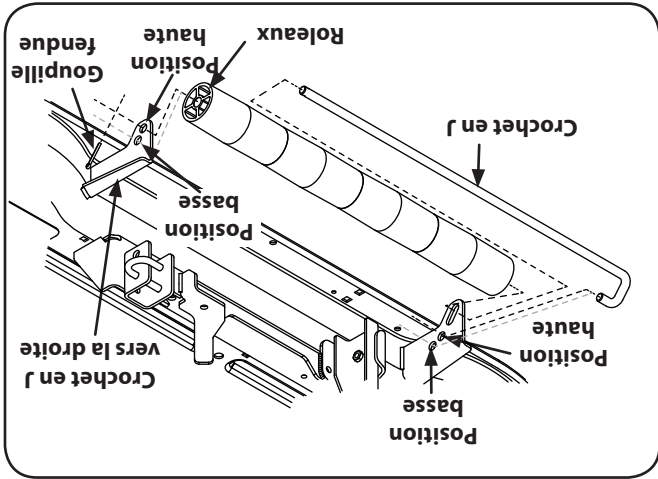

Figure 6-7
1. Dégazez la goupille fendue sur le côté droit de l'arbre des rouleaux. Voir la Figure 6-7.
2. Glissez le crochet en J vers la gauche et dégagez le rouleau de l'arbre quand l'arbre est complètement hors de son support gauche. Voir la figure 6-7.